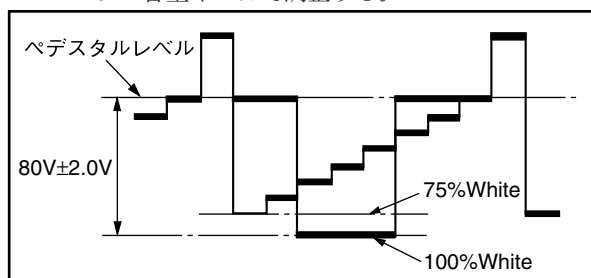

Fig. 3-2
2. Fig. 3-2を参考に、ペDESTALレベルと100%ホワイトの電圧が $80V \pm 2.0V$ になるように、治具リモコンの音量キーにて調整する。